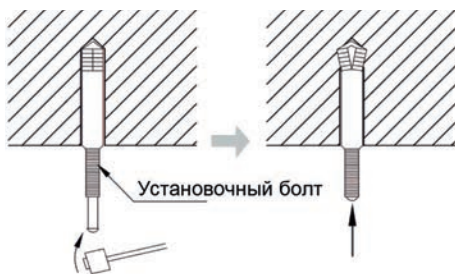

Рис. 4.
2) Установите анкерные болты М10 в отверстия, как показано на рис. 4.